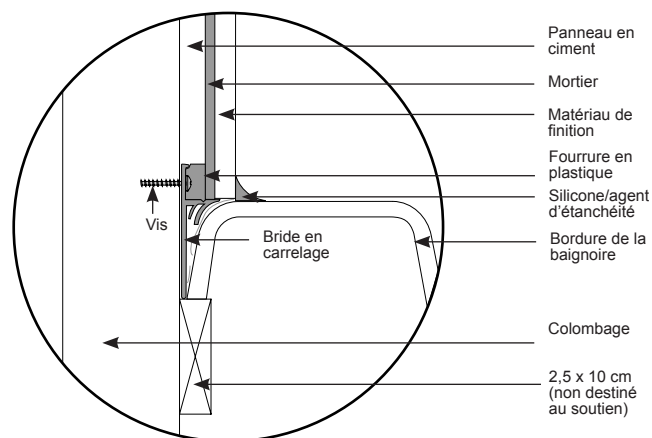

Figure 12 - soutien
- 4 Placez la baignoire dans la niche. Vissez la bride sur le montant en bois. Il pourra s'avérer nécessaire de compenser l'unité pour combler tout espace entre le poteau en bois et la bride (figure 12).